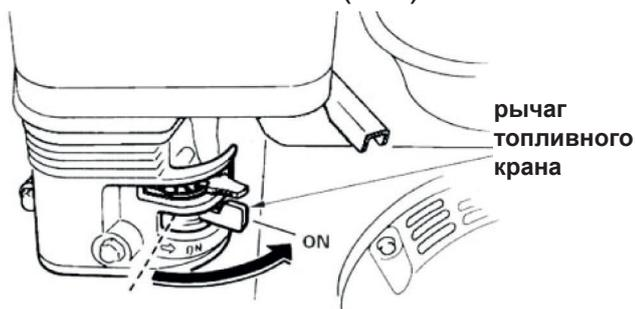

Рис.30
1. Откройте топливный кран, переместив рычаг топливного крана в рабочее положение (ON) Рис.30